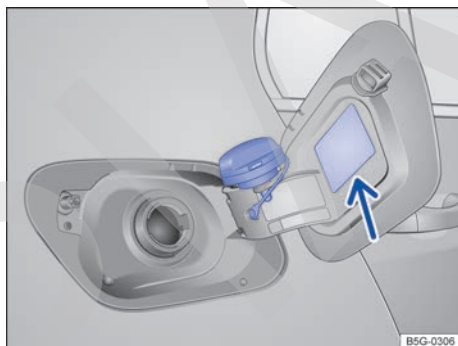

Fig. 177 Tapa del depósito de combustible abierta con el tapón enganchado en ella.
- Desenrosque el tapón del depósito en el sentido contrario al de las agujas del reloj y engánchelo en la parte superior de la tapa → fig. 177.
El tipo de combustible que utiliza el vehículo figura en el adhesivo situado en la cara interior de la tapa del depósito de combustible → fig. 177 (flecha). ▶